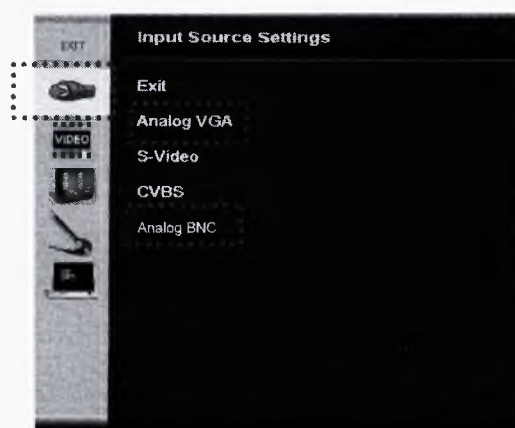

Рисунок 169
– выберите **Analog VGA** (см. рисунок 169).